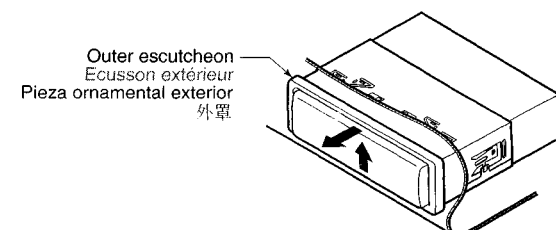

Figure 7 / Figure 7 / Figura 7 / 图 7
2. Press the outer escutcheon upward and remove it. (Figure 7)
2. Presser l'écusson extérieur vers le haut et le retirer. (Figure 7)
2. 向上按压外罩将其取下。(图7)